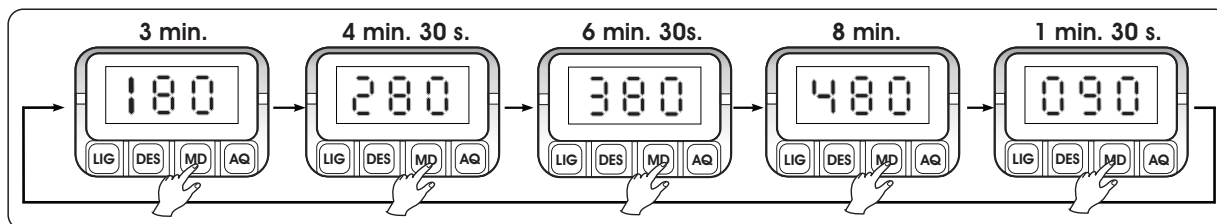

Fig.13
- 6► Seleccione el tiempo deseado en el teclado utilizando la tecla **MD**. La selección de tiempo inicia con el ciclo estándar de 180s (3 min.). A cada toque en la tecla **MD**, la pantalla exhibirá uno de los 5 tiempos preprogramados de limpieza (Fig. 13).